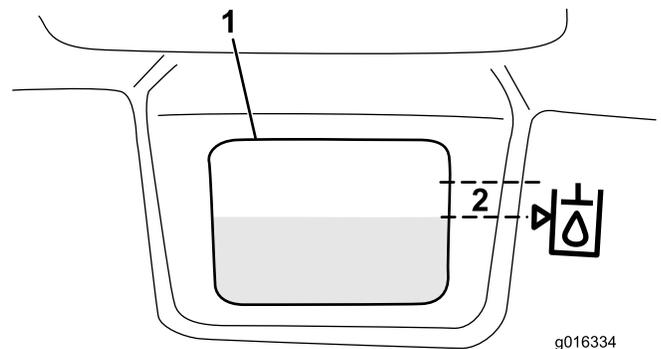

图33
3. 将适当的液压油缓慢注入油箱，直至油位达到油箱前面白色窗口旁边符号箭头所指的位置或其上下 6mm 范围内（图33）。切勿过量添加。